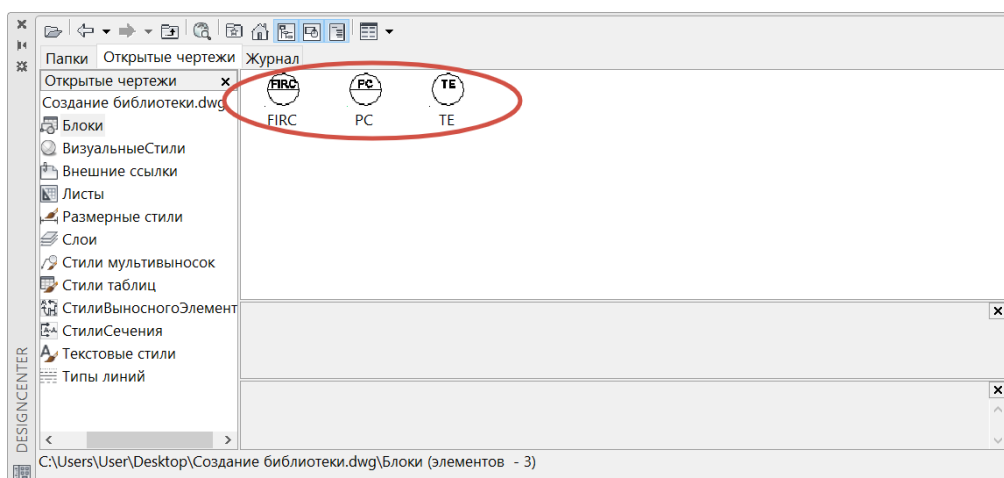

Рис. 136. Отображение блоков с чертежа
4. Далее необходимо выбрать пункт Блоки, дважды щелкнув по нему ЛКМ. В результате этого действия в правой части экрана отобразятся все блоки с данного чертежа (рис. 136).